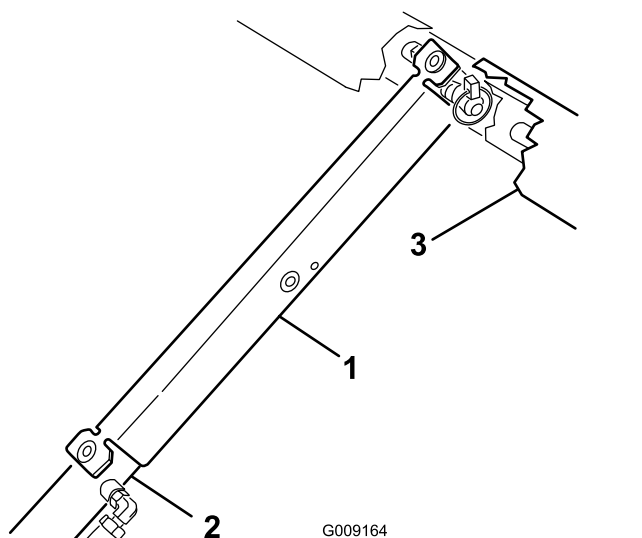

Figura 100
9. Introduza o apoio da plataforma na haste do cilindro, assegurando que as linguetas encostam à extremidade do cilindro e à extremidade da haste do cilindro de elevação (Figura 100).